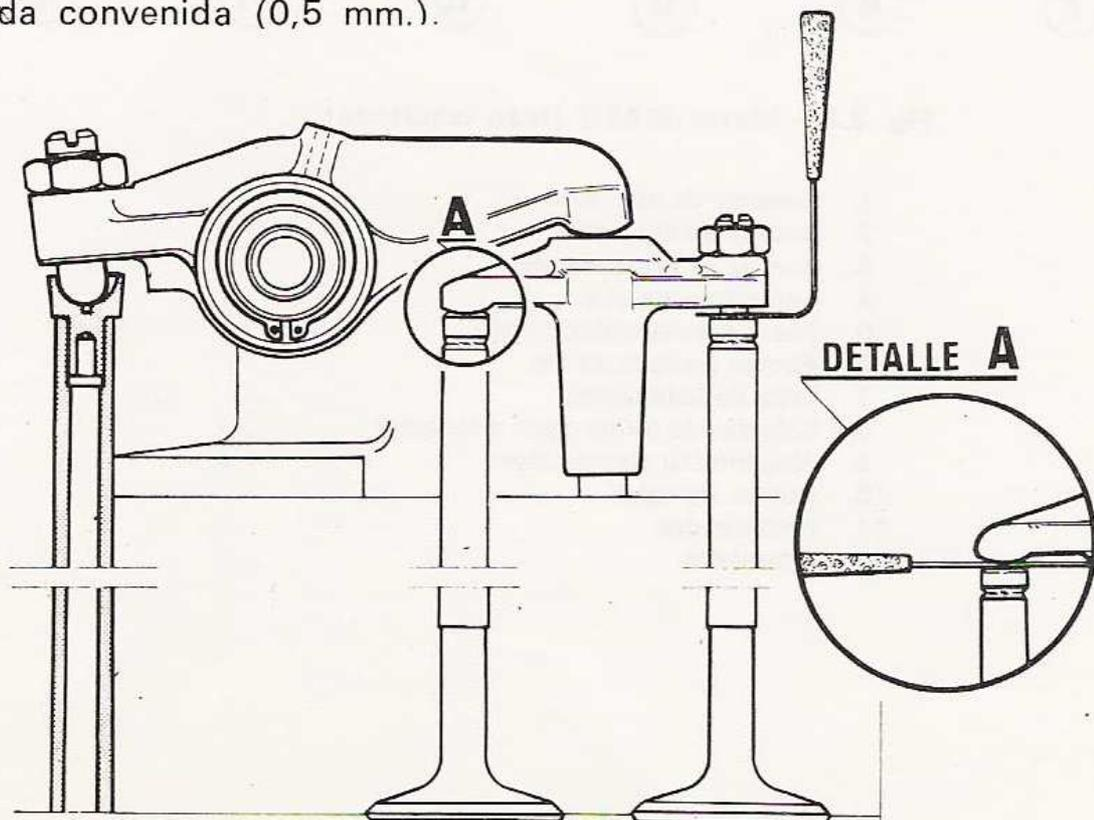

Fig. 2.2. - Regulación de las válvulas
2.6 REGULACION DEL JUEGO DE VALVULAS (fig. 2.2)
Esta operación se podrá efectuar mediante dos galgas de 0,10 mm., una plana y otra doblada a 90 según fig. 2.2.